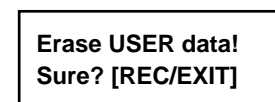
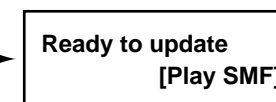

fig 1.
fig 2.
- Press [REC] when the display in Fig.1 appears. You can quit the version upgrade at this point, by pressing [EXIT]. Check that the display in Fig.2 appears.
- Fig.1が表示されるので、[REC]を押します。(ここで、[EXIT]を押すとバージョンアップをとりやめることができます。) Fig.2が表示されていることを確かめます。
- (1) When the unit enters the test mode, Memory test starts automatically and checks CPU, DSP, SRAM, and Battery. Is [fig.1] shown on the LCD?
[fig.1]
- (1) テストモードに入ると、自動的にCPU, DSP, SRAM, BATTERYのテストが始まります。[fig.1]がLCDに表示されますか？
- (2) すべてOKと表示されれば、メモリーテストは終了です。自動的にMIDI Testに移ります。
- (1) [fig.2] is shown on the LCD.